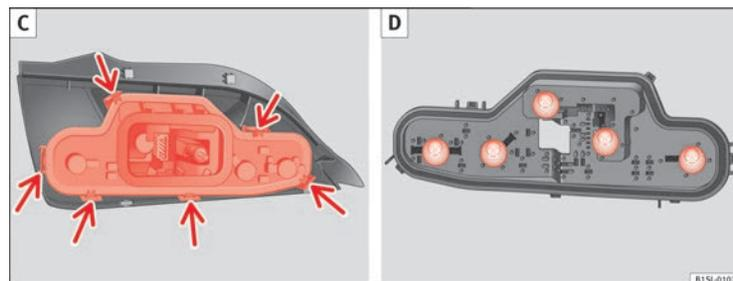

Fig. 149 Gruppo ottico posteriore: C: Smontare il portalamпада, D: Smontare le lampadine.
9. Staccare il portalampada nelle linguette (freccia) ⇒ fig. 149 C ed estrarre il portalampada del fanale.
10. Sostituire la lampadina guasta con una lampadina nuova identica ⇒ fig. 149 D.
11. Inserire il portalampada nel gruppo ottico posteriore. Le linguette di bloccaggio (freccia) devono incastrarsi emettendo un "clic" ⇒ fig. 149 C.